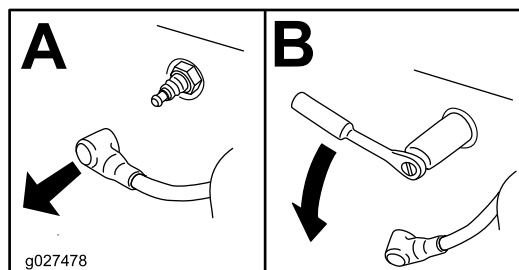

Figura 39
3. Togliete la candela (Figura 39).